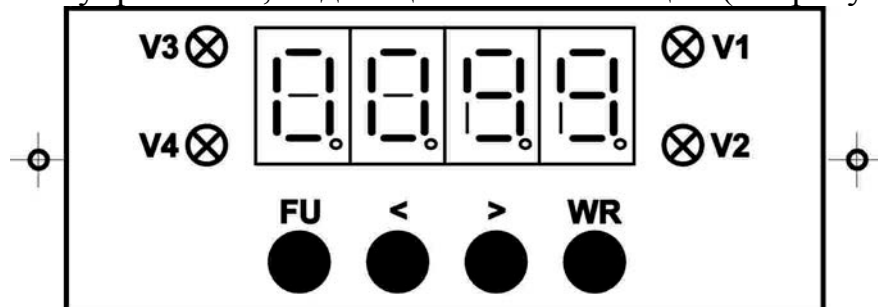

Рисунок 1 - Передняя панель регулятора
1.3.2 На передней панели корпуса регулятора под защитной крышкой расположены органы управления, индикации и сигнализации (см. рисунок 1).
1.3.5 На передней панели (см. рисунок 1) регулятора расположены следующие органы управления, индикации и сигнализации.